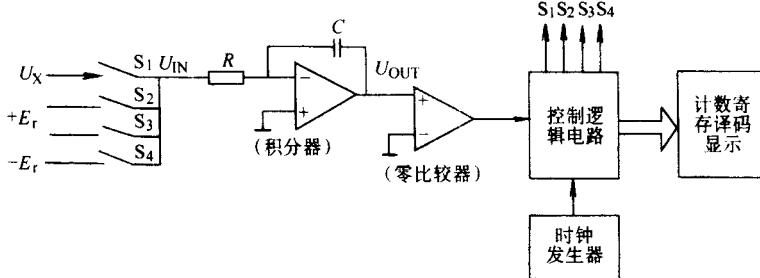

图 1-2 双斜积分式 A/D 转换器原理
双斜积分式 A/D 转换器原理图见图 1-2。它主要由基准电压  $E_r$ 、模拟开关 (S)、积分器、零比较器、控制逻辑电路、时钟发生器和计数、寄存、译码、显示等部分组成。工作时，这种转换器按一定程序工作，整个工作过程可分为准备、采样和比较三个阶段。